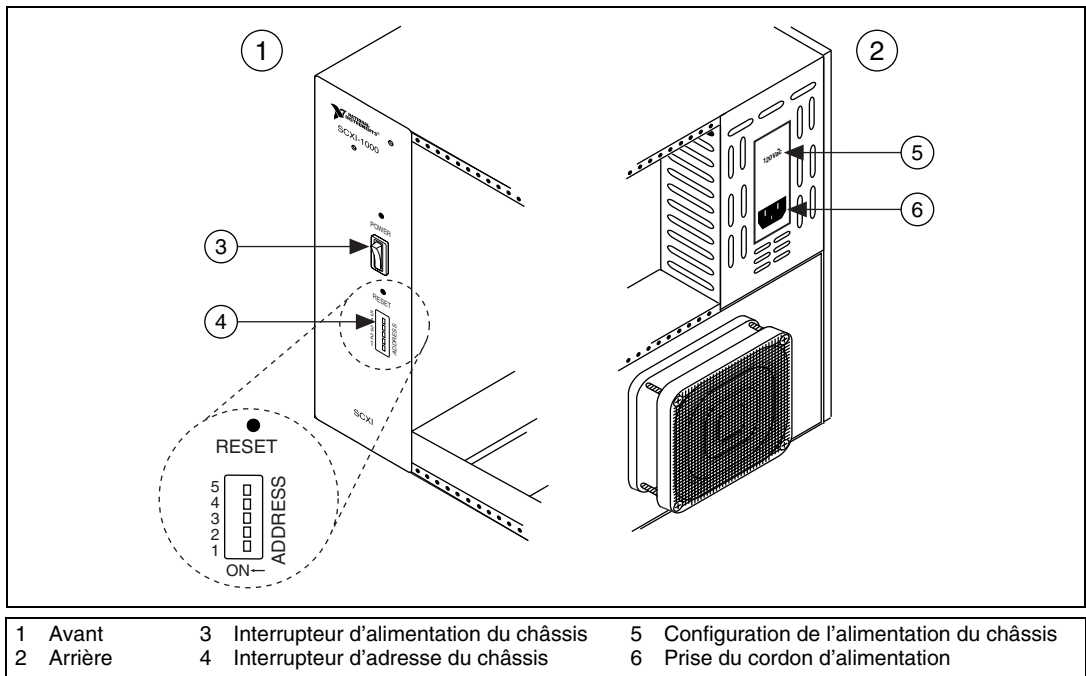

Figure 3. Configuration du châssis SCXI
2. Si le châssis comporte des interrupteurs d'adresse, mettez-les en position arrêt (Off). Sur la figure 3, tous les interrupteurs sont sur la position Off.